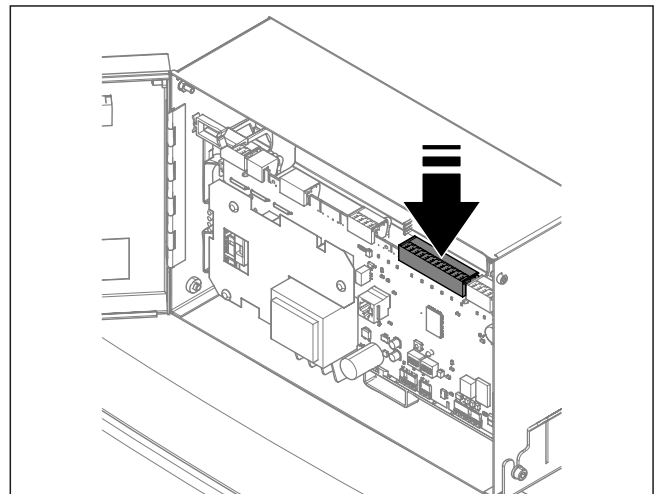

Bild 4-37 Sensorstecker J8 auf Schaltfeldplatine aufstecken
- Stecker auf die Schaltfeldplatine aufstecken (**Bild 4-37**).